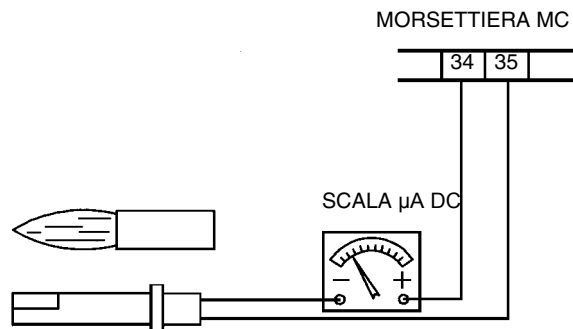

Fig. 25
- esame e pulizia accurata della fotoresistenza rilevazione fiamma, se necessario sostituzione. In caso di dubbio verificare il circuito di rilevazione, dopo aver rimesso in funzione il bruciatore, seguendo lo schema in Fig. 25;
Per misurare il segnale di rilevazione seguire lo schema in Fig. 25.